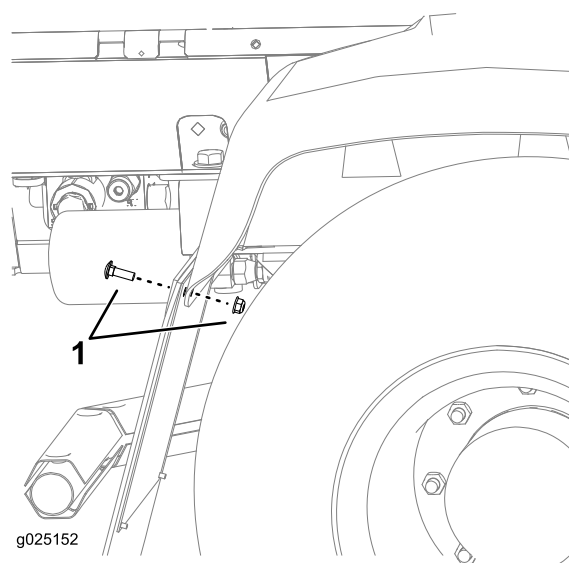

Figura 2
1. Rimuovete la bulloneria a corredo sul parafrangente destro (Figura 2).